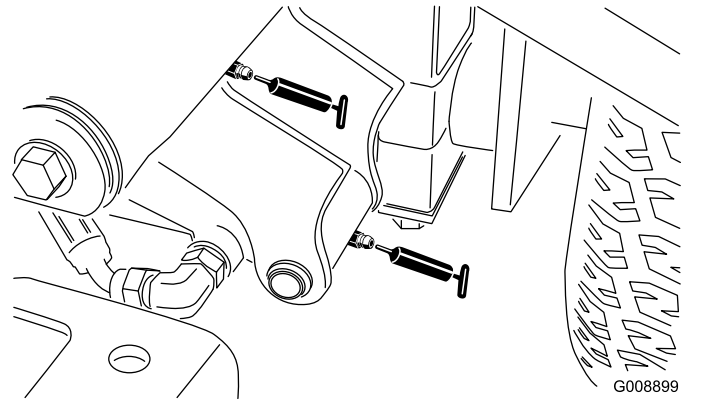

Figure 36
- 2 pivots de bras de levage avant gauche et vérin de levage (Figure 36)